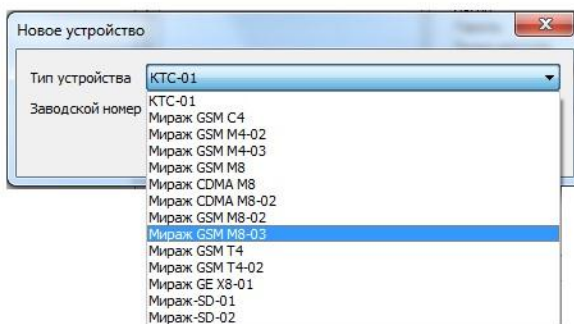

Рис.5 Создание базового устройства
2.3.3.1 Для создания устройства в программе необходимо в поле **А** щёлкнуть правой кнопкой мыши и в выпадающем меню выбрать пункт «Добавить СПИ» рисунок 5.